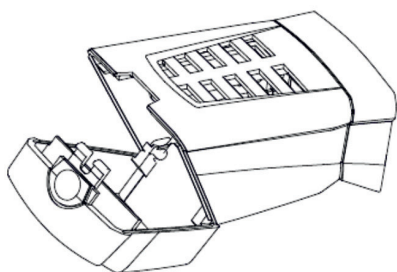

Рис. 3
2. Нажмите на кнопку крышки пылесборника и откройте крышку (Рис. 3)